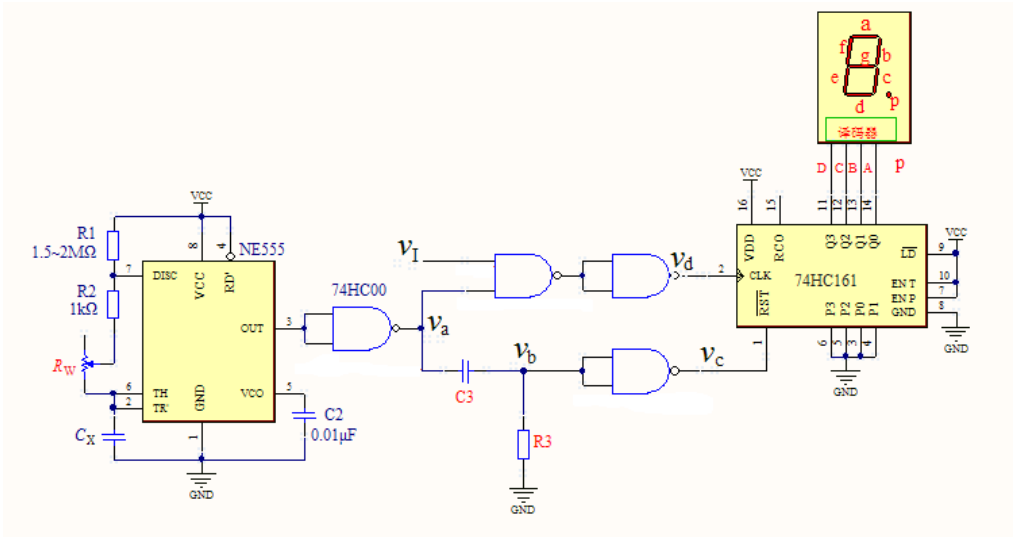
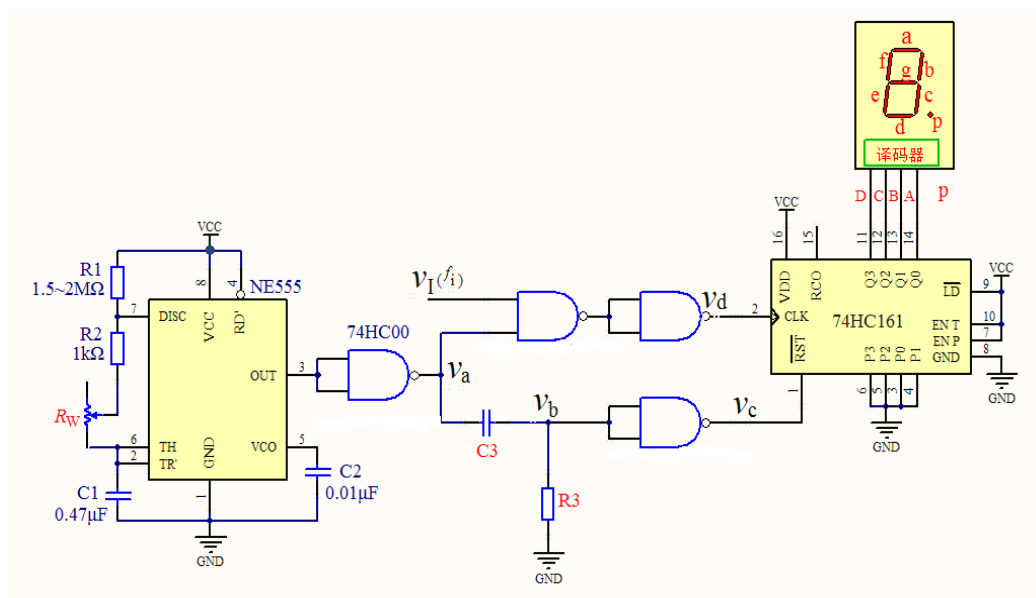

图 1
图 2
- 2. 若要得到图 1 和图 2 中的矩形波信号 v_I ，应该使用哪种电子仪器？应该如何调节？
1. 简易数字电容分拣仪。在如图1所示电路中，555和被测电容 C_X 等构成了电容容量-频率转换电路，其中输入信号 v_I 是频率500Hz的矩形波。实验中通过对 v_I 频率的测量，进而得到被测电容的容量值。
2. 稳压管稳压值 V 的测量电路。在如图 2 所示电路中，输入信号 v_i 是通过一个转换电路得到的矩形波信号，该信号的频率 f_i 与稳压值 V 成正比，即频率的大小可代表稳压值的数值。实验中通过对 v_i 频率的测量，进而得到被测稳压管的稳压值。